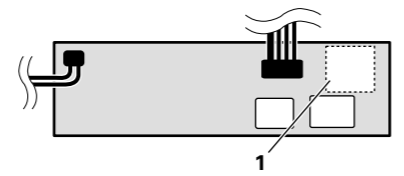

Fig. 2
- The cords must not cover up the area shown in Fig. 2. This is so the amplifiers can radiate freely.
- Los cordones no deben cubrir el área mostrada en la Fig. 2. Esto es necesario para que los amplificadores puedan radiar energía libremente.